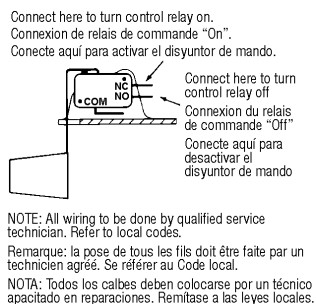

Fig. 2
3. Disjoncteur (Fig. 2)-Le disjoncteur de débordement doit être connecté à un circuit à basse tension de catégorie II. L'assemblage typique de circuits 'NC' serait: N.O. Quand l'eau monte, le circuit s'ouvre pour arrêter le système de chauffage ou de refroidissement. N.C. Quand l'eau monte, le circuit se ferme et déclenche une sonnerie d'alarme.
3. Interruptor de seguridad (Fig. 2): el interruptor de seguridad de exceso sobre la capacidad, debe encontrarse conectado a un circuito de bajo voltaje de la clase II. El prototipo de la conexión de los circuitos abiertos, sería: TO: cuando el agua sube, el circuito se abre, para desactivar el equipo de calefacción o enfriamiento. CIRCUITO ABIERTO: cuando el agua sube, el circuito se cierra, para activar un timbre o alarma.